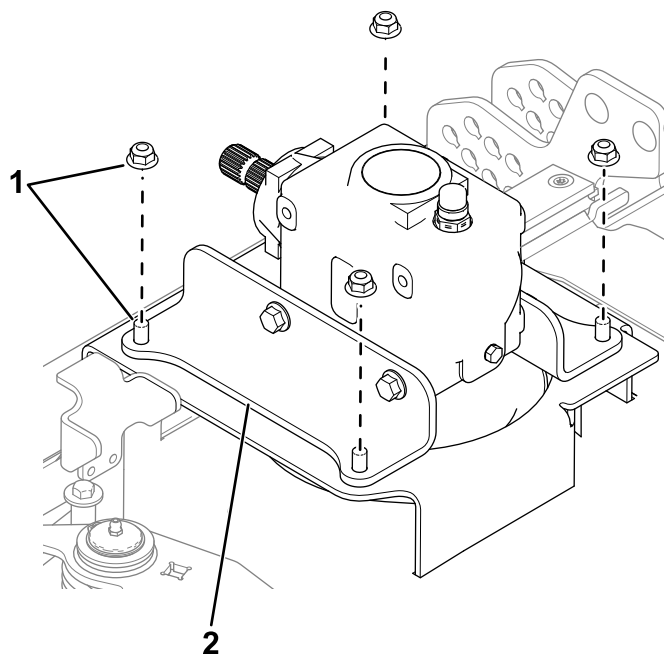

Figure 2
1. Déposez les 4 jeux de fixations qui maintiennent le support du boîtier d'engrenages sur l'unité de coupe (Figure 2).